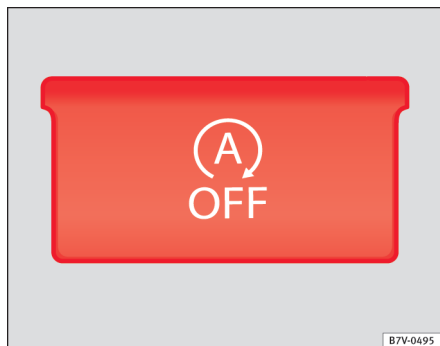

Fig. 139 Pormenor da consola central: botão para o funcionamento Start-Stop.
- Pressione o botão  na consola central ⇒ Fig. 139.